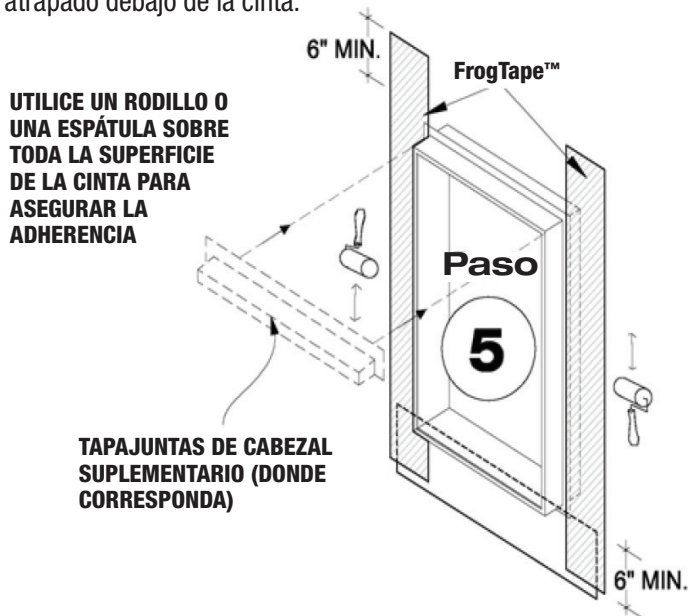

Figura 6 Aplique el tapajuntas de umbral en la jamba.
Paso 5. Corte previamente la cinta tapajuntas de jamba FrogTape para que se extienda un mínimo de 6 in por encima y por debajo de la abertura rugosa en la pared. Despegue el revestimiento de liberación y adhiera el tapajuntas de jamba FrogTape sobre las aletas de la jamba y encima del tapajuntas de umbral FrogTape (ver la Figura 6). Use un rodillo para aplicar suficiente presión a lo largo de toda la superficie de la cinta para asegurar la adhesión y un sellado continuo, eliminando cualquier arruga, pliegue o aire atrapado debajo de la cinta.